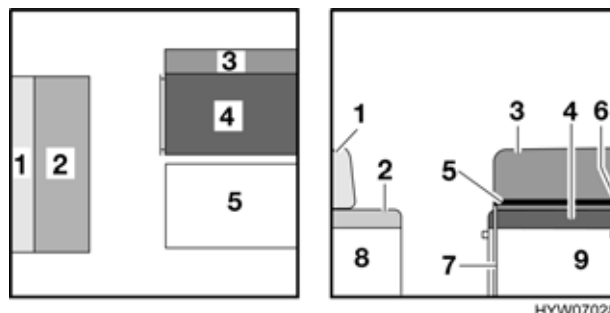

Fig. 82 Prima della trasformazione
- Rimuovere il cuscino dello schienale (Fig. 82,1) del divano e riporlo.
- Sollevare leggermente il piano del tavolo in avanti (Fig. 82,5).
- Sganciare il bloccaggio sul piede del tavolo (Fig. 82,7) e ribaltare il piede del tavolo sul lato inferiore del tavolo.
- Alzare il piano del tavolo di circa 45° e sollevarlo dalla guida di supporto superiore (Fig. 82,6).